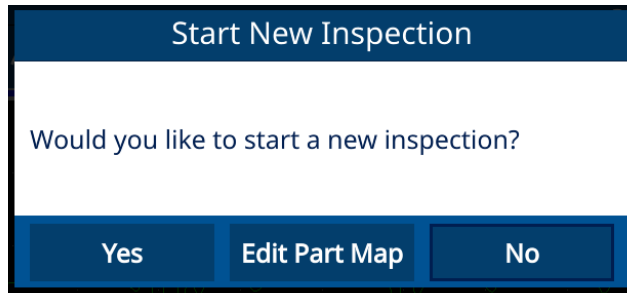

図 6-6 新規検査の開始
2. **Start New Inspection (新規検査開始)** ポップアップウィンドウから **Yes (はい)** を選択します (59 ページの図 6-6 参照)。